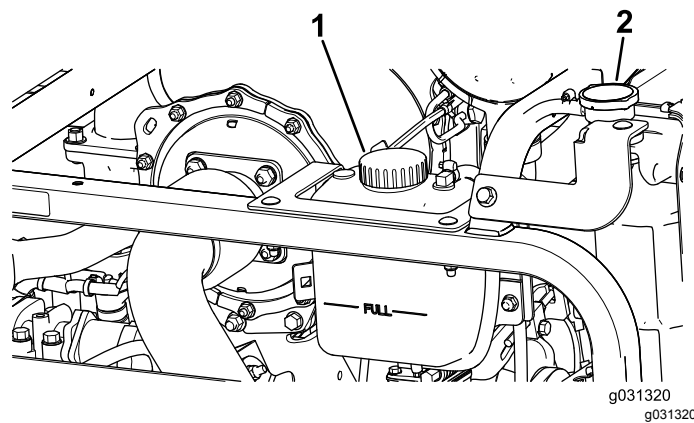

Figure 119
1. Retirez le bouchon du radiateur et le bouchon du vase d'expansion avec précaution (Figure 119).
2. Vérifiez le niveau de liquide de refroidissement dans le radiateur (Figure 119).